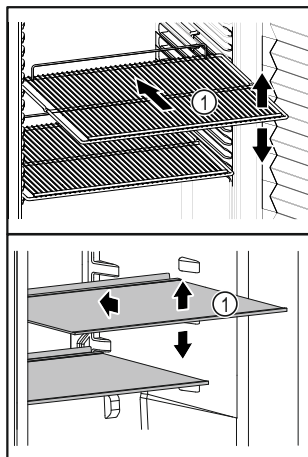

Fig. 77 Immagine a titolo di esempio
- ❑ Se i ripiani Fig. 77 (1) sono spostati, adattare i ripiani in base all'altezza.